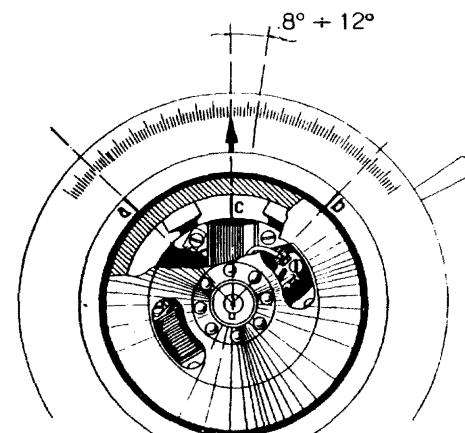

Fig. 27
1. - With normal flywheel overhauls (eg. substitution or magnetization of the flywheel rotor, cam or coil substitution), using the **flywheel test bench**, the contact breaker points should start to open when the keyway on the cam passes the centre line of the H. T. coil, opposite to said keyway, by 8° to 12° (as indicated in fig. 27). With this angle the minimum efficiency should be as follows :
1. - En las revisiones generales del volante (por ej.: sustitución o magnetización rotor, sustitución excéntrica, sustitución bobinas) **si se dispone del banco de prueba** los contacts del ruptor deben empezar a abrirse cuando la bisectriz de la ranura para chaveta sobrepasa la de la bobina de A. T. de $8^\circ \div 12^\circ$ (fig. 27). La utilidad mínima con dicho ángulo debe resultar la siguiente :